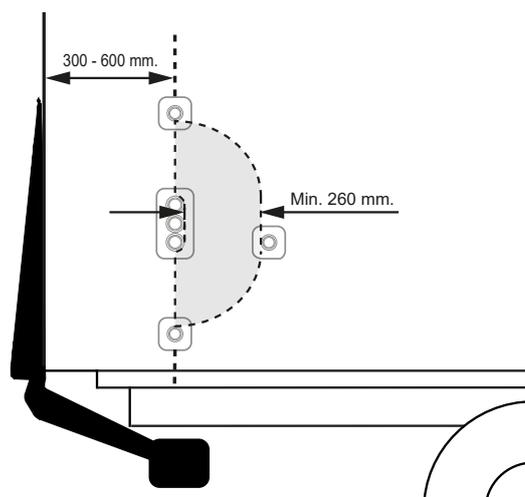

Abbildung 61. Montage von Bedieneinrichtung CD 1 für den Zweihandbetrieb.
2. Der Abstand zwischen der Rückseite des Fahrzeugs und der Mitte der Bedieneinrichtungen muss 300-600 mm betragen. Der Abstand zwischen den Bedieneinrichtungen muss mindestens 260 mm betragen. Siehe Abbildung 61.